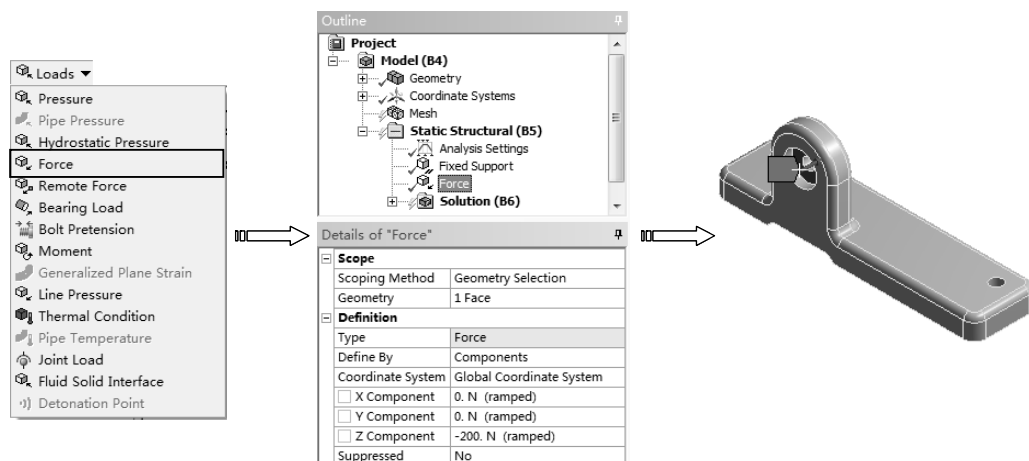

图 5-21 力
- ✧ Force (力)：力可施加在结构的点、边或面上，如图 5-21 所示。施加到面上的力将均匀分布到所选对象上，如一个力施加到两个相同的表面上，每个表面将承受这个力的一半。力可通过定义矢量、大小以及分量来施加。